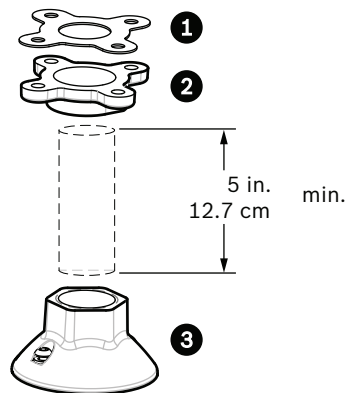

Figura 3.9 Soporte de techo
7. Enrosque la tapa en el tubo descendente y apriete hasta que quede bien sujeta. Consulte *Figura 3.9, Página 46*.